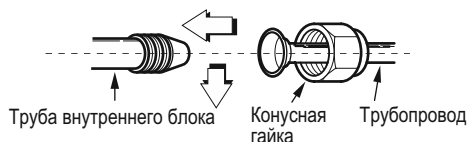

Рис. 58
- 1 Заверните конусную гайку вручную, затем затяните с помощью гаечного ключа и ключа с измерителем момента затяжки, как показано на рис. 58 и 59.